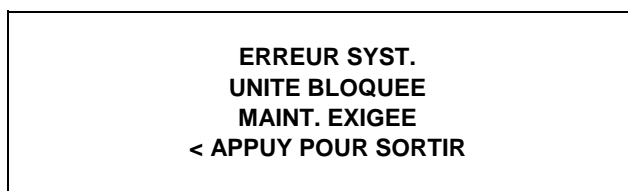

Figure 32
2. Il y a eu une panne de thermistance (cylindre de réfrigération, trémie ou glycol) pendant le processus de traitement thermique. (Voir Figure 32)